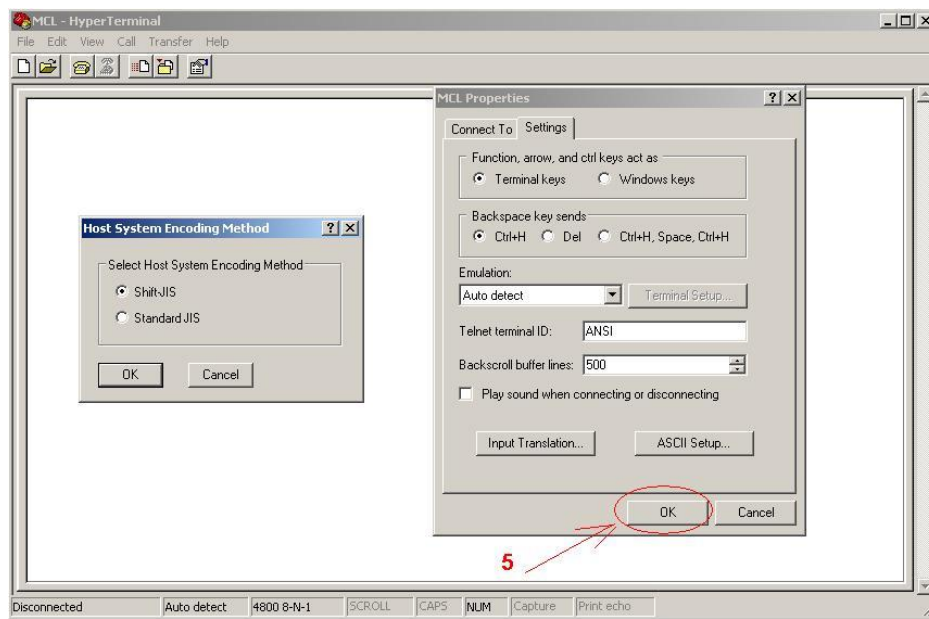

Рис. 8
6. Нажмите кнопку „OK“ как указано на рис. 8;